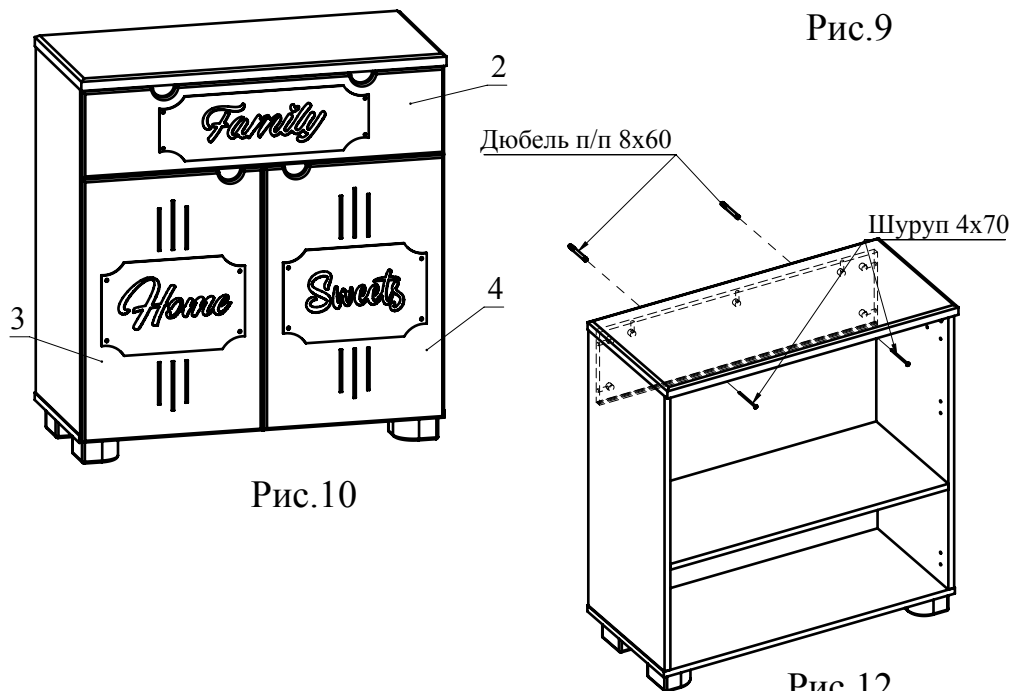

Рис.10
9. Установите двери 3, 4, закрепив петли затяжными винтами (Рис. 10).